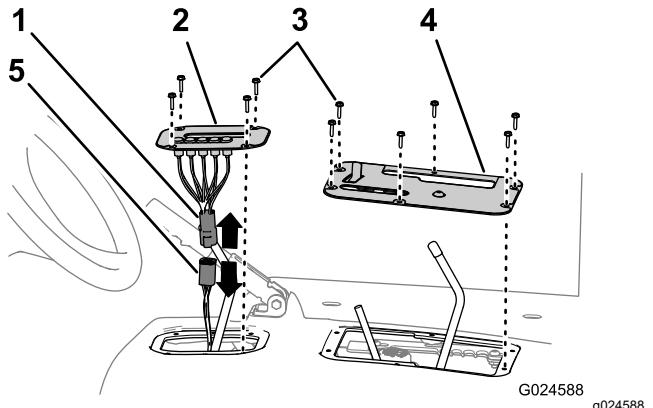

Рисунок 5
2. Отверните 4 винта с шестигранными головками, которые крепят крышку индикатора переключения передач к кожуху сиденья (Рисунок 5).
- Поднимите индикатор переключения передач вверх, отсоедините разъем индикатора от разъема жгута проводов автомобиля и снимите крышку индикатора с автомобиля (Рисунок 5).
- Отверните 6 винтов с шестигранными головками, которые крепят крышку узла управления к кожуху сиденья, и снимите крышку узла управления (Рисунок 5).